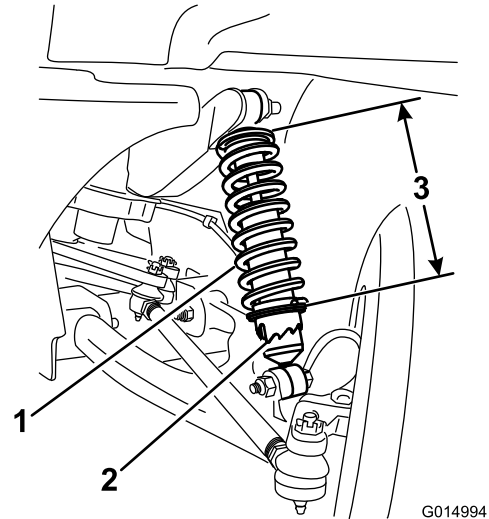

図 38
- A. 特殊工具 TOR06010 を使って、ショックアブソーバのカラーを回転させてスプリングの長さを変更する (図 38)。